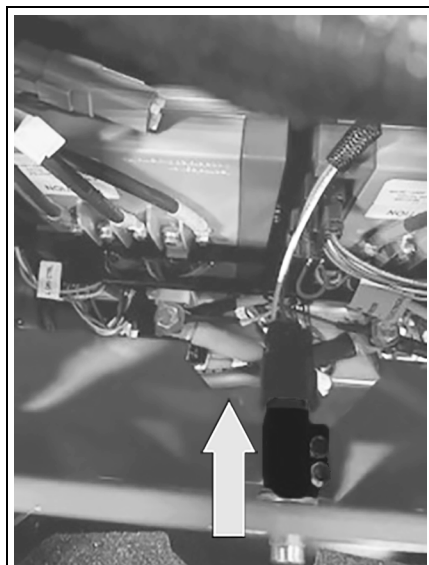

Figure 5
3. Connecter le contacteur de dossier au harnais. Veiller à ce que le parcours du harnais soit dégagé, sans points de pincement. Voir Figure 5.